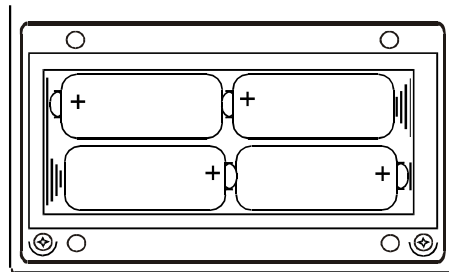

Figura 22. Inserte las pilas con la polaridad correcta.
- ❖ Inserte las baterías correctamente de acuerdo a la figura 22. De no hacerlo correctamente, el instrumento no operará y puede producirse la descarga de las baterías. Vea la figura indicada para la polaridad correcta de la batería.